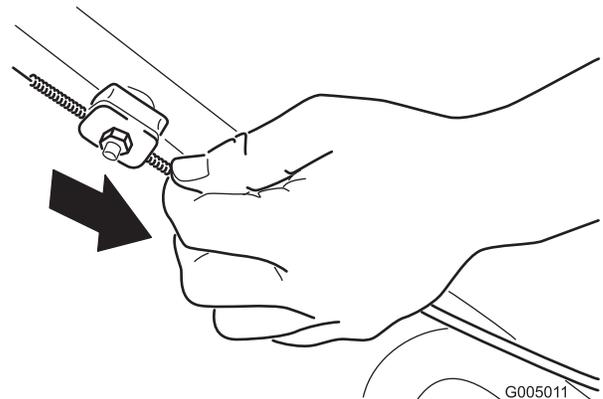

Figure 37
2. Tirez la gaine du câble vers le bas (vers la machine) jusqu'à ce qu'il n'y ait plus de mou dans le câble (Figure 37).